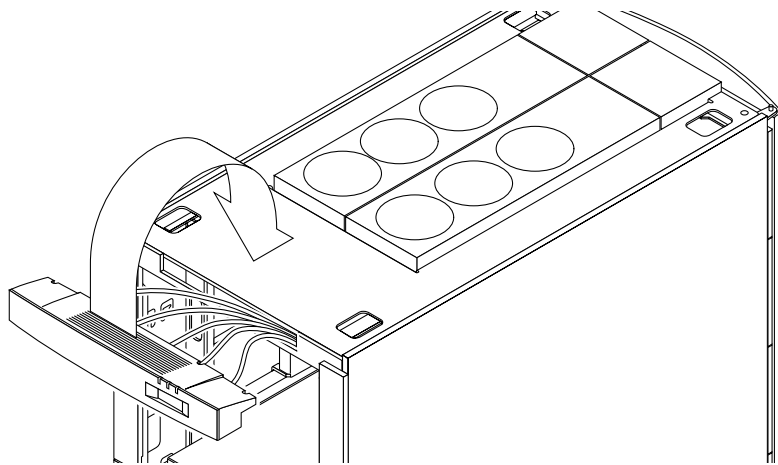

図 3-3 FrameManager の取り外し — 手順 2
2. アセンブリを手前にスライドさせ、慎重に裏返してキャビネットの上に置きます (図 3-3)。